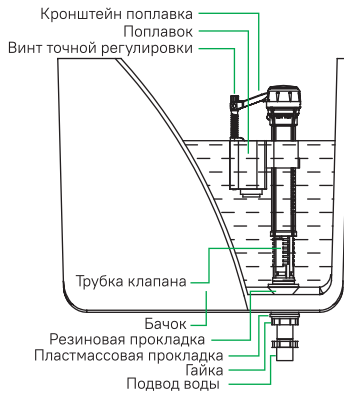

Рис. 1
- передвигая трубку клапана вверх или вниз, установите необходимую высоту клапана (рис. 3).**Уровень воды соответствует верхнему краю поплавка (рис. 1), он должен быть на 2–4 см ниже трубки перелива воды;**